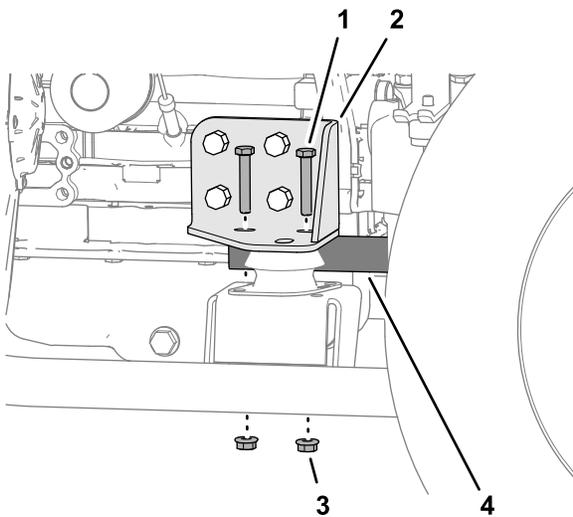

**Figura 92**
- 7. Desplace el tubo antirrotación hacia atrás y retírelo de la máquina (Figura 92).
- Alinee el pasador del tubo antirrotación con el orificio de la placa del embrague de la toma de fuerza; consulte la Figura 92 en Retirada de las correas de la toma de fuerza (página 67).